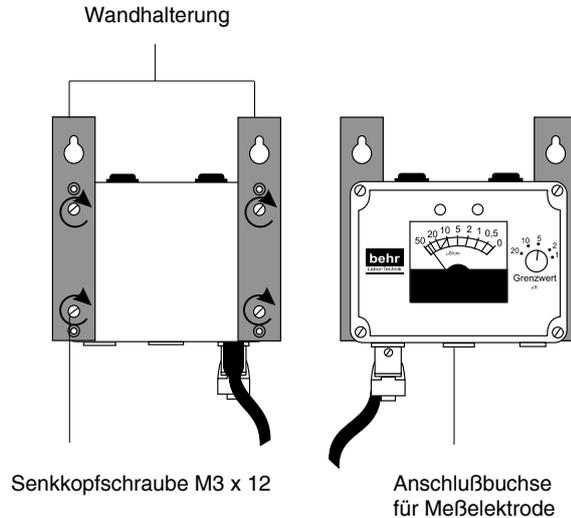

Bild 3: Wandmontage eines Leitwertmeßgerätes
1. Wandhalterungen mit je 2 Stück Senkkopfschrauben M3 x 12 an der Gehäuserückseite des Leitwertmeßgerätes befestigen (Bild 3).
6. Kabel von Meßelektrode an entsprechender Anschlußbuchse (Bild 3) am Leitwertmeßgerät anschließen.